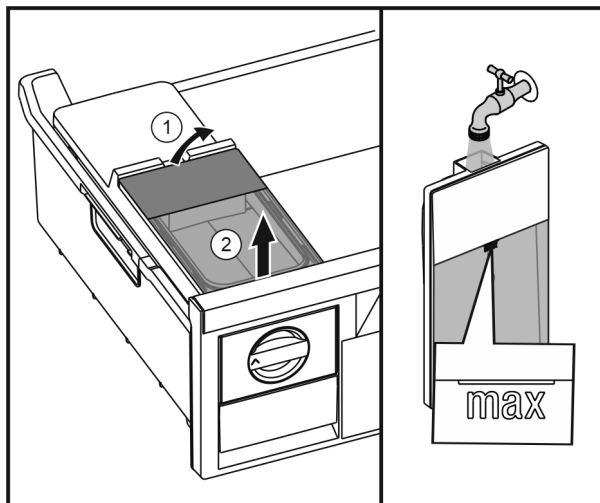

Fig. 37
- ▶ Podignite spremnik za vodu sa stražnje strane Fig. 37 (1) i izvadite ga prema gore Fig. 37 (2).